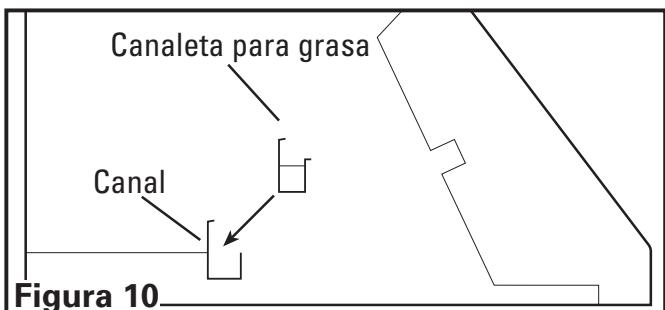

Figura 10
2. Si la canaleta para grasa desmontable incluida no está ya instalada dentro de la campana, insértela en el canal interno posterior de la campana. Asegúrese que el lado más alto de la canaleta apunte hacia la parte posterior de la campana (**Figura 10**).